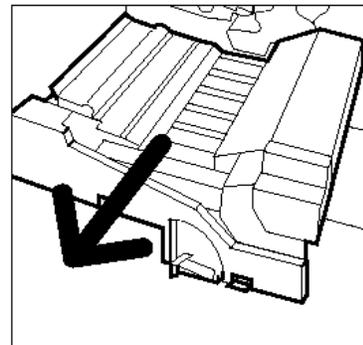

Figura 35: Extracción del módulo de recorrido del papel
- 4** Sujete el módulo del recorrido del papel y extráigalo con firmeza de la copiadora/impresora hasta que esté completamente abierto, tal y como ilustra la Figura 35.